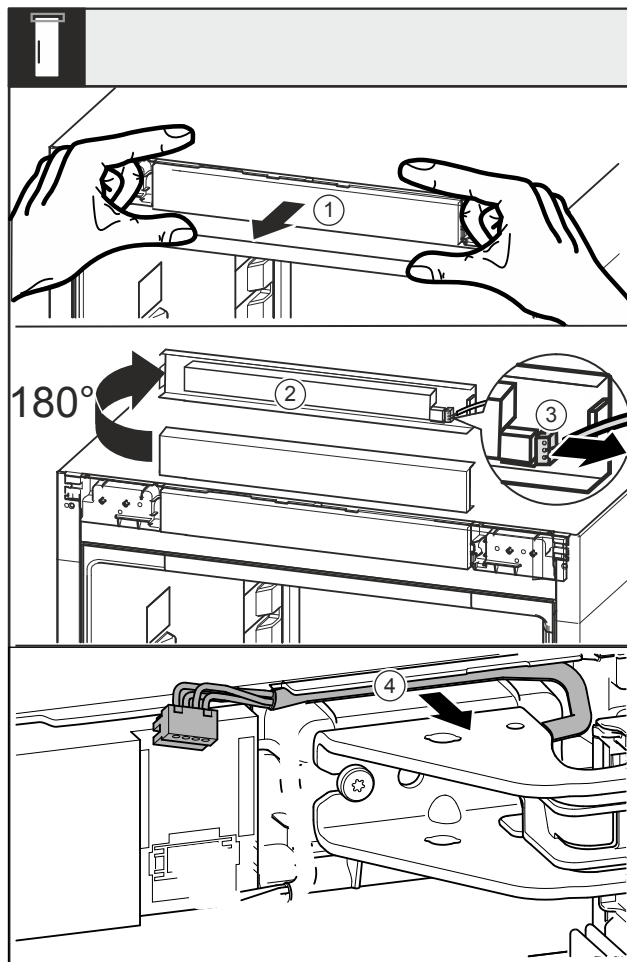

Fig. 17
- Uvolněte záslepku Fig. 17 (1) směrem dopředu.
- Záslepku Fig. 17 (2) otočte o 180° nahoru.
- Západku na zástrčce Fig. 17 (3) zatlačte dozadu a opatrně vytáhněte zástrčku.
- Kabel Fig. 17 (4) nad stojanem ložiska uvolněte z vedení.